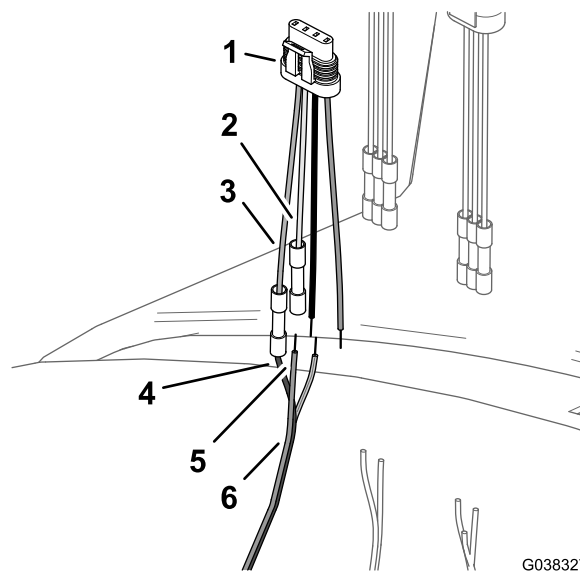

Рисунок 39
3. Совместите коричневый провод жгута проводов DIN с серым проводом 4-штыревого переходника клапана регулирования расхода (Рисунок 39); см. таблицу проводов для клапана регулирования расхода.
6. Наденьте синий провод жгута проводов DIN и соединитель проводов встык на зеленый провод 4-штыревого переходника для клапана регулирования расхода (Рисунок 39).